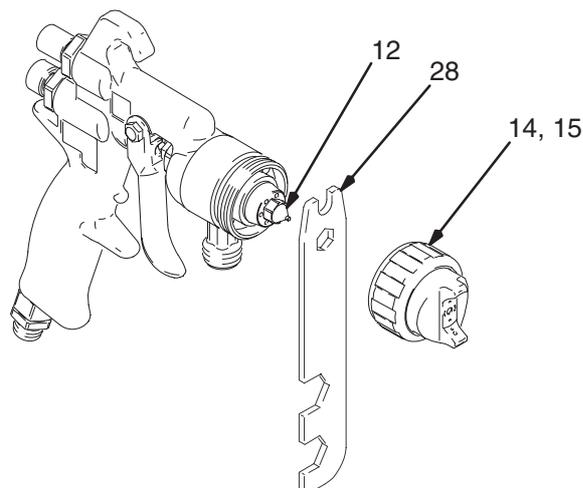

Fig. 26
2. Retire el anillo de retención del cabezal de aire (15) y el cabezal de aire (14). Vea la Fig. 26.
3. Dispare la pistola al mismo tiempo que desmonta la boquilla de fluido (12) con ayuda de la herramienta para pistolas (28).
2. Saque el anillo de retención del cabezal de aire (15) y el cabezal de aire (14). Vea la Fig. 26, en la página 19.